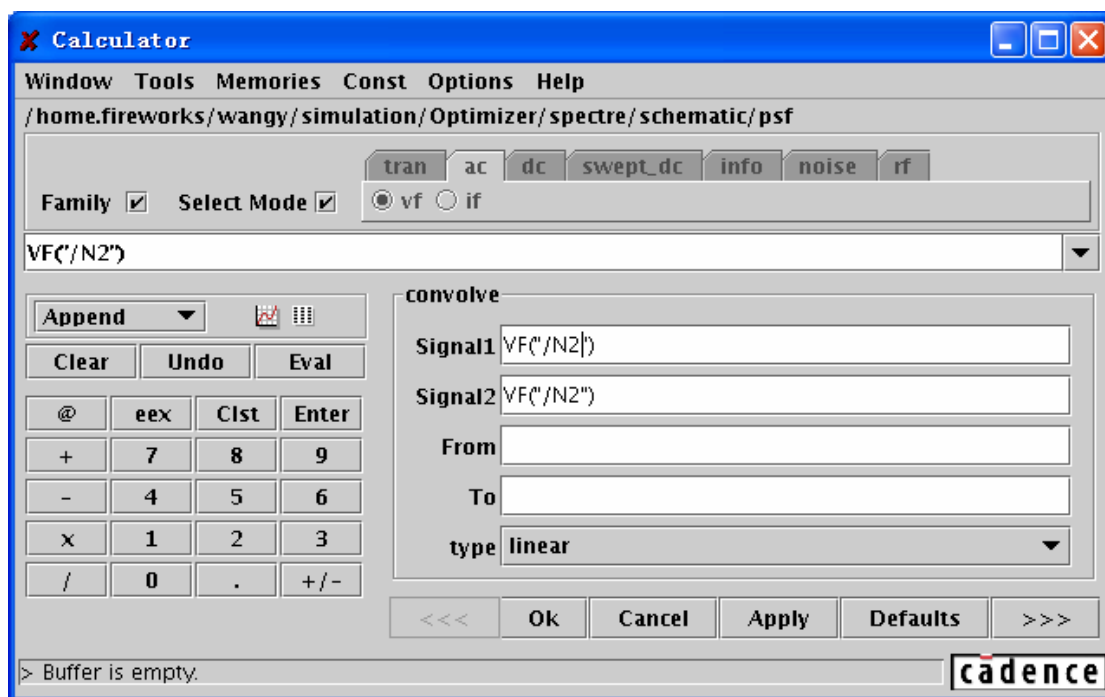

图 8.35 “convolve” 函数设定窗口
- 1) 在函数窗口中点击“convolve”函数。然后函数窗口将变为如图 8.35 所示的“convolve”对话框；